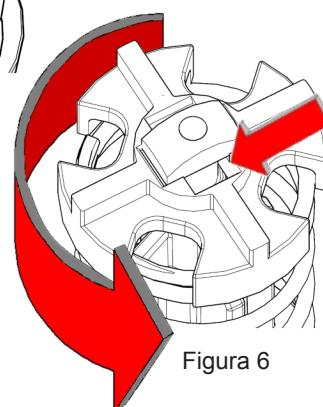

Figura 6
3. Gire el sujetador de la válvula de derivación 90 grados en sentido de las agujas del reloj y permita que el resorte lo empuje ligeramente hacia arriba hasta tocar la lengüeta de bloqueo. La lengüeta de bloqueo DEBE estar bien puesta en la muesca en el sujetador de la válvula de derivación (Figura 6).